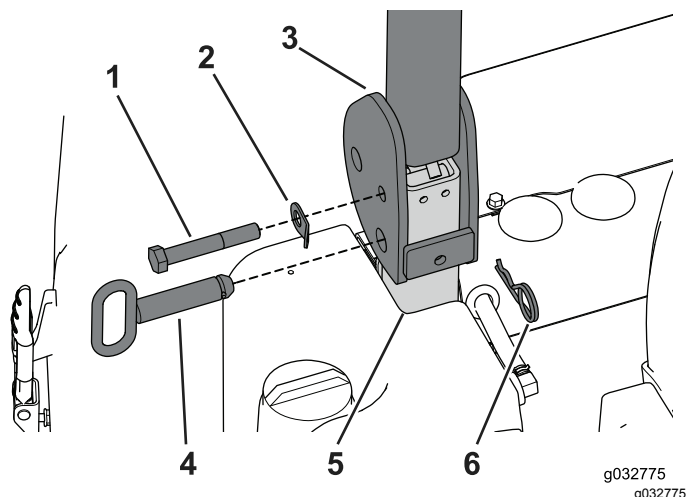

Bild 46
2. Entfernen Sie den Splint und die Dreharretierbolzen vom Überrollbügel und legen Sie die Splints zur Seite (Bild 46).